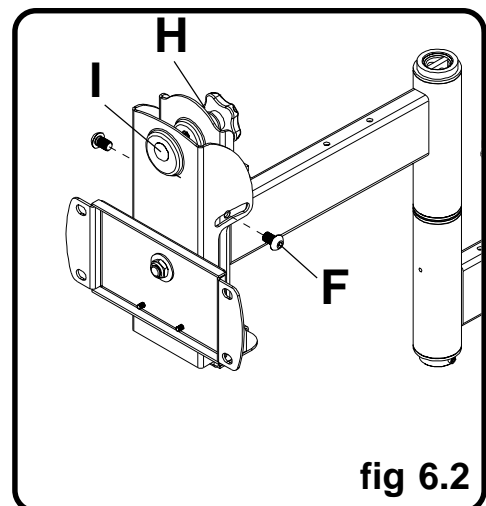

fig 6.2
- 6-2** Posez les deux vis M10 restantes (F) comme illustré à la figure 6.2. SERREZ À LA MAIN les quatre vis M10 pour permettre le réglage de l'inclinaison. Enlevez le ruban adhésif du boulon de carrosserie (I). Pour régler l'inclinaison, poussez le haut de l'écran plasma vers l'arrière pour réduire la pression sur la molette. Réglez l'inclinaison pour obtenir la position souhaitée et serrez la molette de réglage de l'inclinaison (H), puis serrez fermement les quatre vis M10 (F) à l'aide d'une clé hexagonale de 6 mm (U).